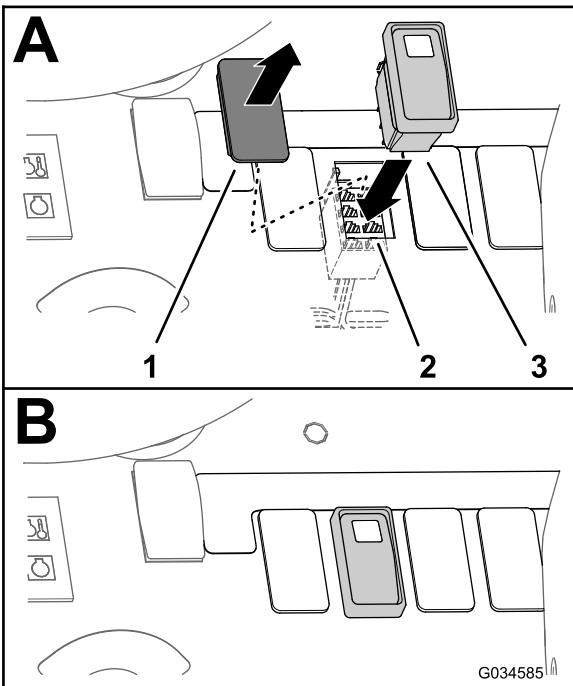
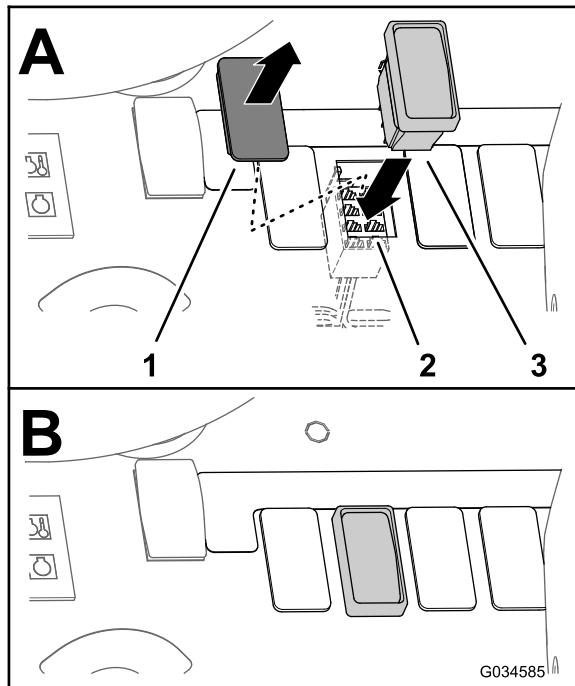

Figura 29
Figura 30
1. Rimuovete il tappo dell'interruttore del serbatoio di lavaggio dal cruscotto (Figura 29 o Figura 30).
3. Disponete il connettore a 8 prese verso il foro aperto nel cruscotto (Figura 29 o Figura 30).
4. Collegate l'interruttore a 3 posizioni nel connettore a 8 prese attraverso il pannello del cruscotto (Figura 29 o Figura 30).
5. Inserite l'interruttore a 3 posizioni nell'apertura del pannello del cruscotto fino a quando il fermo dell'interruttore non scatta saldamente in posizione nel cruscotto (Figura 29 e Figura 30).